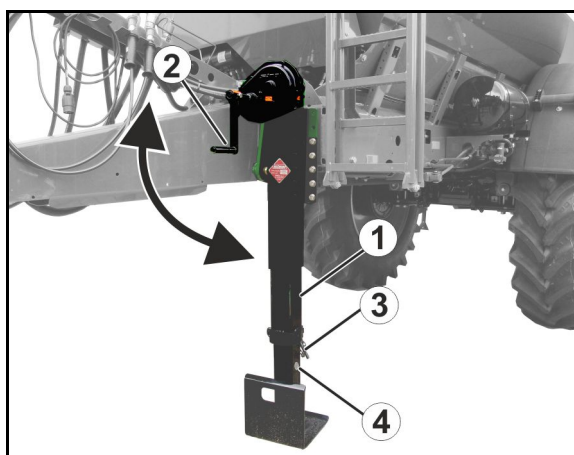

Рис. 42
1. Поднимите опору (Рис. 42/1) с помощью рукоятки (Рис. 42/2) до упора.
2. Вытяните палец (Рис. 42/3) из опоры.
4. Вставьте палец в нижнее отверстие (Рис. 42/4) и застопорите.
1. Зафиксируйте внутреннюю часть опоры и вытяните палец (Рис. 42/3) из неё.
4. Опустите опору (Рис. 42/1) с помощью рукоятки (Рис. 42/2) до упора, пока не будет разгружена тяговая серьга.